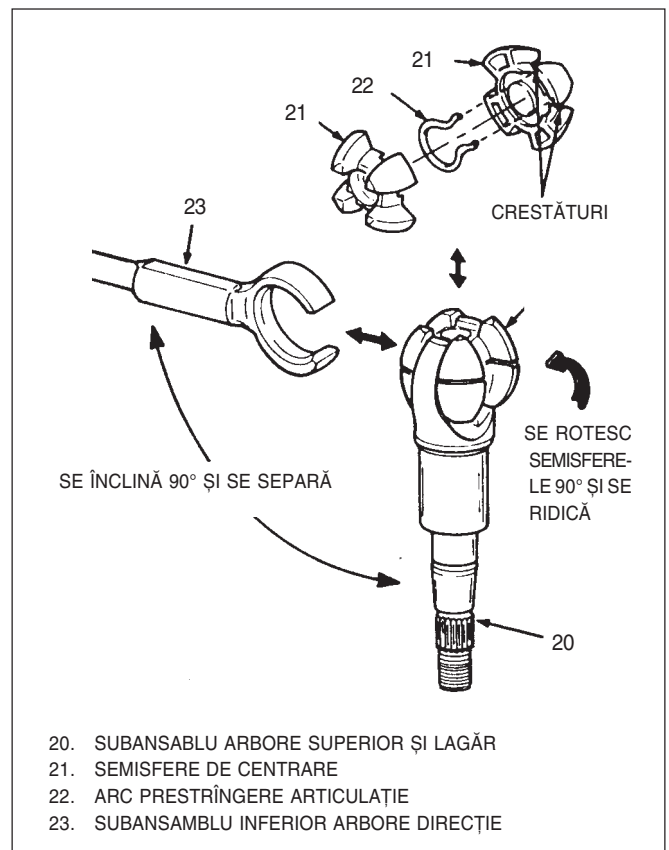

Fig. 15 Poziționare arbore de direcție și semisfere de centrare
❖ Se dezassemblează (Fig 15)
- Se poziționează arborele superior (20) la 90° față de arborele inferior (23) și se separă (Vezi Fig 15).
- Se rotesc semisferele de centrare (21) cu 90° și se demontează de la arborele superior (20).
- Se separă semisferele (21) și arcul de prestrângere (22) al articulației.
❖ Se assemblează (Fig 15 și 16)
- Se unge cele două semisfere (21) și arcul de prestrângere (22) cu vaselină pe bază de litiu.
- Arcul (22) între semisferele (21) cu capetele (arcului) între creștături (Vezi Fig 15).
- Se unge capătul sferic al arborelui superior (20) cu vaselină pe bază de litiu.
- Semisferele (21) în arborele superior (20) și se rotesc semisferele cu 90°.
- Se unge capătul sferic al arborelui superior (23) cu
- 5) Se poziționează arborele superior (20) la 90° față de arborele inferior (23) (Fig 15).
- Arborele superior (20) la arbore inferior (23) și se strânge.